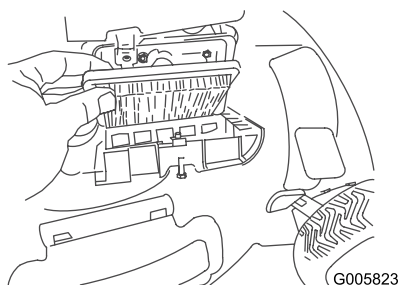

Figura 29
2. Cambie el filtro de aire (Figura 29).